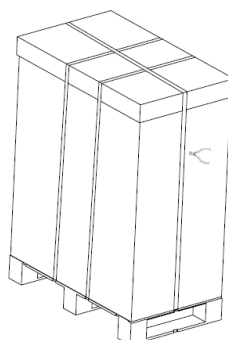

Fig. 1-1 Retirada de las cintas de sujeción
3. Mantenga firme la placa deslizante. Corte y retire las cintas de sujeción (Fig. 1-1).